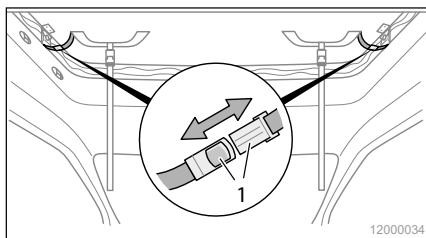

Abb. 11 Steckschnallen
3. Lösen Sie auf beiden Seiten die Steck-schnallen (Abb. 11/1).